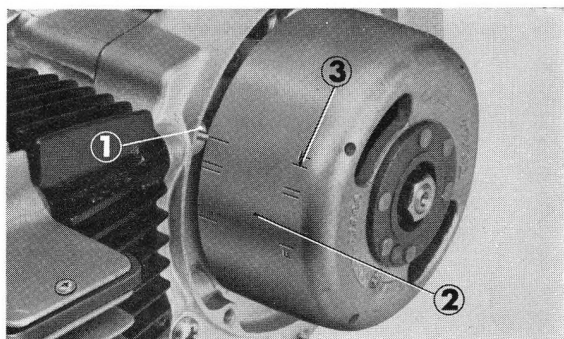

Figure 2-21: ① repère d'allumage, sur le carter gauche ② aimant du volant ③ marque "T" pour réglage de l'allumage
4. Amener la marque T du volant (point mort haut) en face du repère d'allumage, sur le carter gauche (figure 2-21).